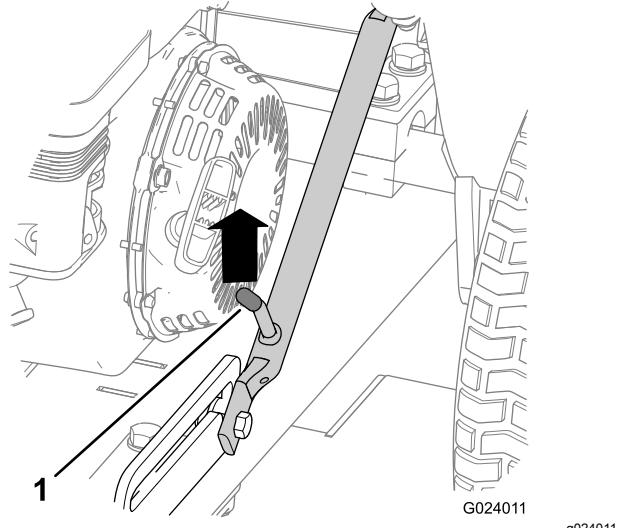

Figura 24
- A. Empurre a estrutura de engate até desbloquear a alavanca de trinco do bloqueio de deslize (Figura 24).
- Levante o engate (Figura 28) até a alavanca de trinco ficar bloqueada no bloqueio de deslize (Figura 24).